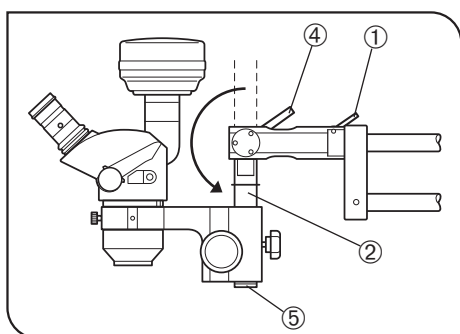

Fig. 23
b. Lossa klämspaken för lutning ④ och stativets monteringsaxel ② så att den är riktad nedåt. (Fig. 23)
c. Plocka bort fallskyddsskruven ⑤ för mikroskopet och montera SZX stativarmen SZ2-STS eller SZX mikroskopet. (Fig. 23)
d. Efter monteringen av mikroskopet skall man fästa mikroskopets fallskyddsskruv ⑤. (Fig. 23)